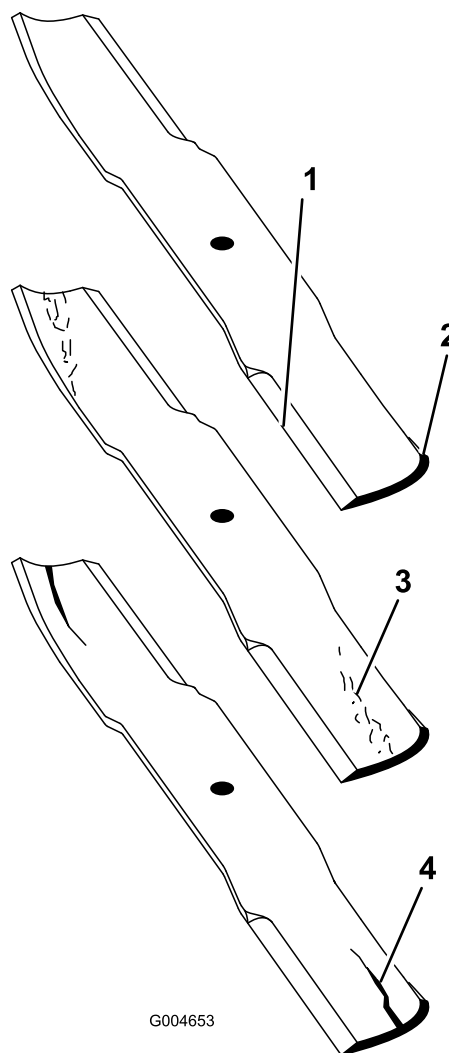

Figura 25
2. Examine cuidadosamente los extremos de corte de la cuchilla, sobre todo en el punto de reunión entre la parte plana y la parte curva de la cuchilla (Figura 25).
Nota: Puesto que la arena y cualquier material abrasivo pueden desgastar el metal que conecta las partes curva y plana de la cuchilla, compruebe la cuchilla antes de utilizar el cortacésped. Si se aprecia desgaste (Figura 25), cambie la cuchilla.